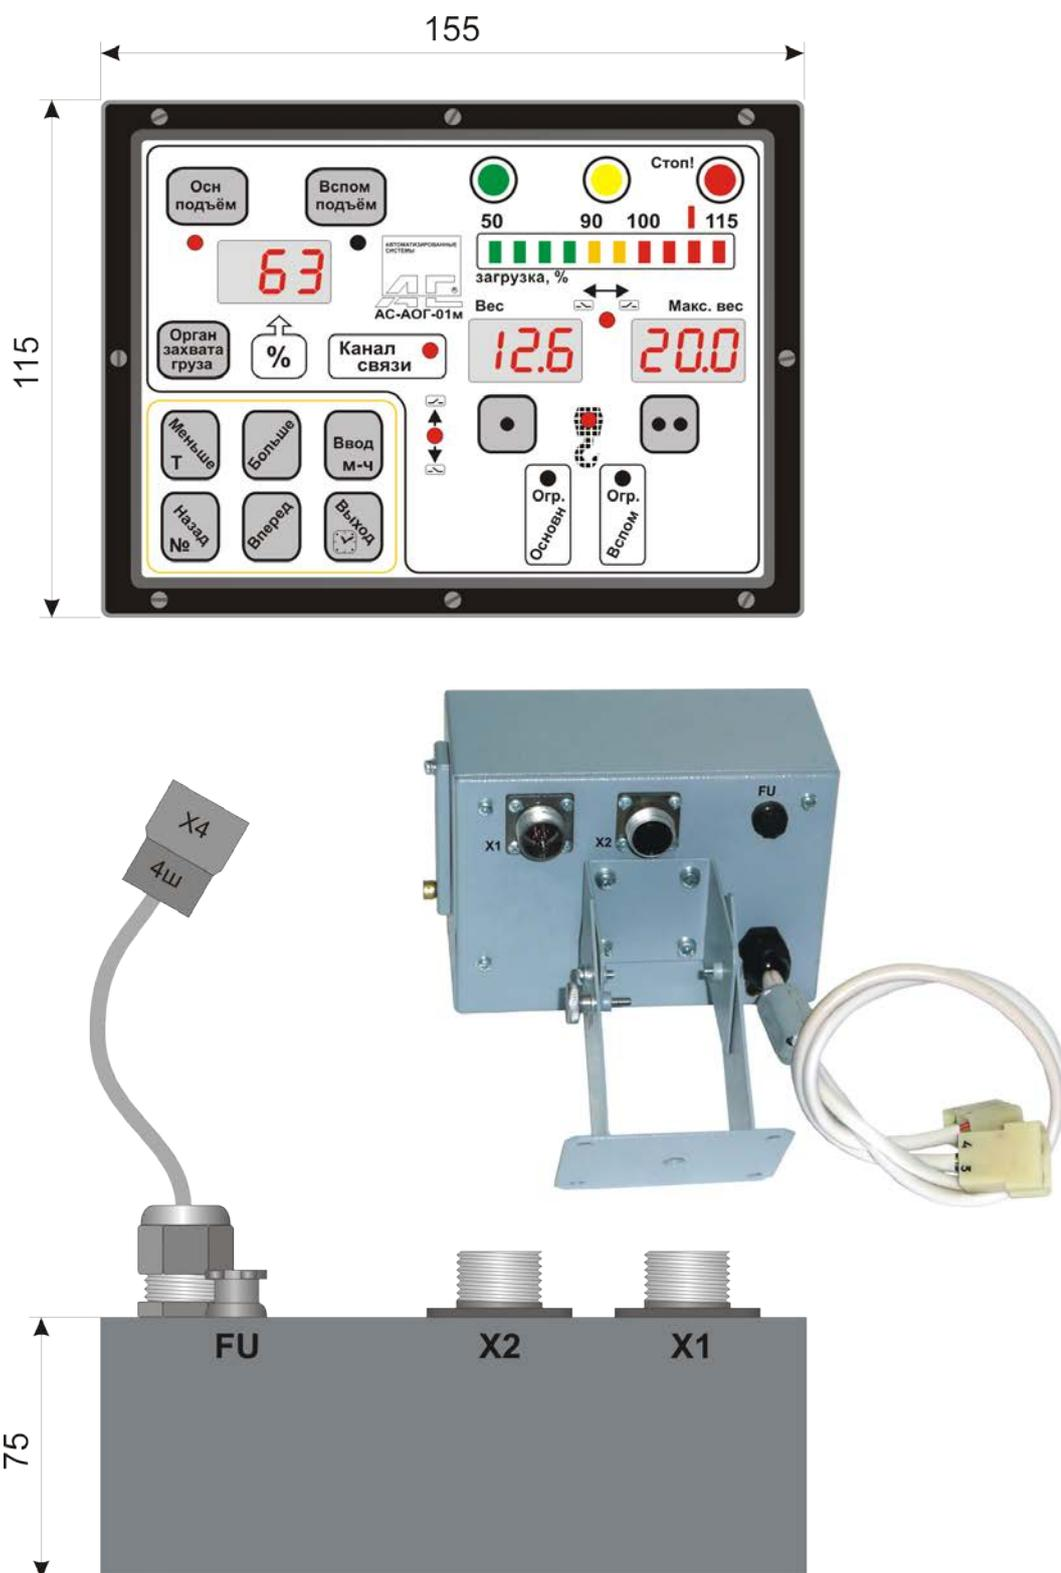
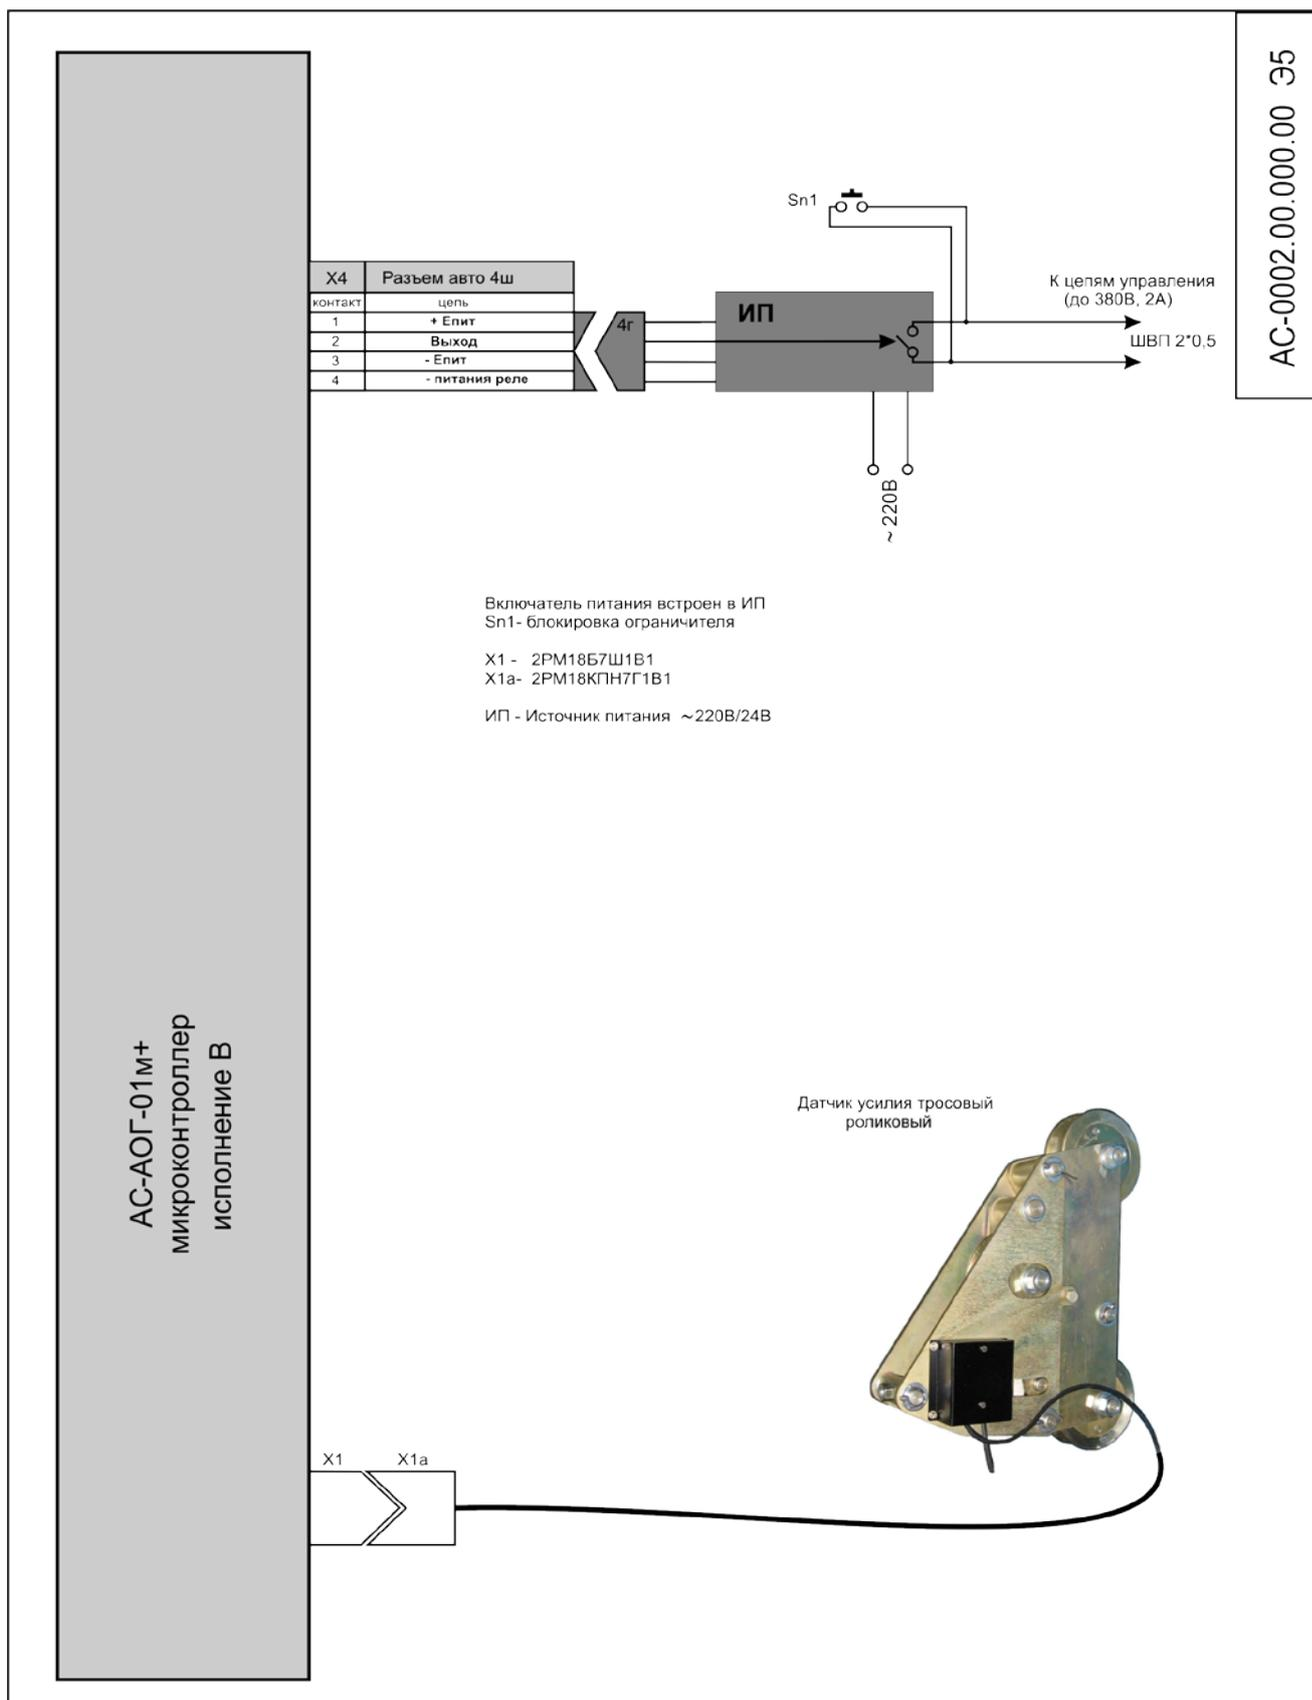

Рис.2
Рис.3
6.1. Описание работы проводится по схеме подключения рис.3.
Подсоединение АОГ к электрооборудованию крана должно быть произведено в соответствии со схемой подключения рис.3, а именно через контакты разъема Х4 расположенного на тыльной стороне блока АОГ (рис.2), на задней стенке.
6.3. Напряжение питания 220В при установке тумблера Sn1, встроенного в блок питания, в положение ВКЛ - подается на блок питания АС-БП-01, понижается до уровня 24В и через разъём Х4 поступает на цепи питания контроллера, Рис.3..
6.3.3. К блоку питания относятся 2 плавких предохранителя FU1 и FU, расположенных в блоке АОГ, рис.2. Самовосстанавливающийся предохранитель FU1 (1А) размещен внутри блока и предназначен для защиты внутренних электронных цепей блока АОГ, а плавкий предохранитель FU (5А), размещен на задней стенке блока АОГ и предназначен для защиты цепей управляющих реле от короткого замыкания. Питание реле осуществляется независимо от внутренних электронных цепей блока АОГ.
7.4. Подключение составных частей, а также подключение системы АОГ к системе электрооборудования крана производите в соответствии со схемой подключения АС-0002.00.000.00м Э5, рис.2.